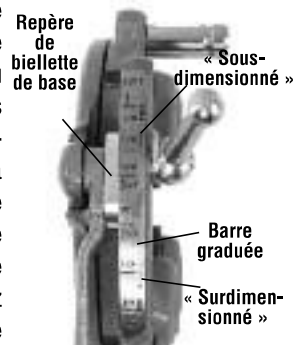

Figure 9 – Réglage du pas de filetage
3. Commencez par aligner le repère de la bielle avec le repère dimensionnel voulu de la barre graduée. Sur les têtes de filière Mono et Boulon, alignez le repère de la bielle sur le repère de base de la barre graduée. Pour le filetage des boulons sur tête de filière universelle, alignez les filières de boulon sur le repère « BOLT » de la barre graduée (Figure 9).